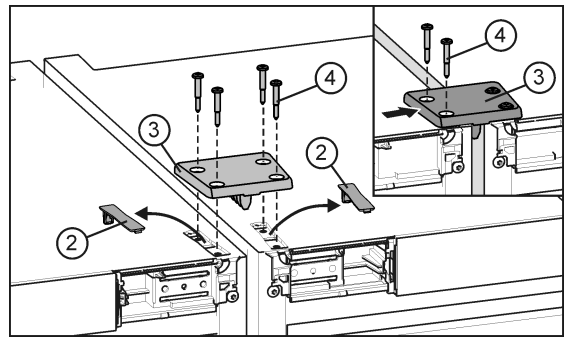

Fig. 5
- ▶ 松开并取下盖子 Fig. 5 (2)。
- ▶ 放上连接架 Fig. 5 (3)，并在一台设备上用两个螺栓 Fig. 5 (4) 松动固定。